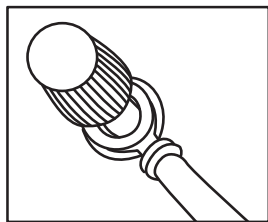

Fig. 1
- Allentare il dado rosso **16** del convertitore di tensione **1**. Far scorrere l'apertura del terminale a forcella rosso del cavo con connettore maschio dell'accendisigari per auto da 12 V **12** lungo l'attacco a vite **7** (vedere Fig. 1). Prestare attenzione a mantenere la rondella inserita fra il terminale a forcella e il dado **16**.
- Allentare il dado nero **17** del convertitore di tensione **1**. Far scorrere l'apertura del terminale a forcella nero del cavo con connettore maschio dell'accendisigari per auto da 12 V **12** lungo l'attacco a vite da 12 V **8** (vedere Fig. 1). Prestare attenzione a mantenere la rondella inserita fra il terminale a forcella e il dado **17**.
- Allentare il dado rosso **16** del convertitore di tensione **1**. Far scorrere il terminale a forcella rosso del cavo con morsetto di collegamento rosso **10** lungo l'attacco a vite da 12 V **7** (vedere Fig. 1). Prestare attenzione a mantenere la rondella inserita fra il terminale a forcella e il dado **16**.
- Allentare il dado nero **17** del convertitore di tensione **1**. Far scorrere il terminale a forcella nero del cavo con morsetto di collegamento nero **11** lungo l'attacco a vite **8** (vedere Fig. 1). Prestare attenzione a mantenere la rondella inserita fra il terminale a forcella e il dado **17**.